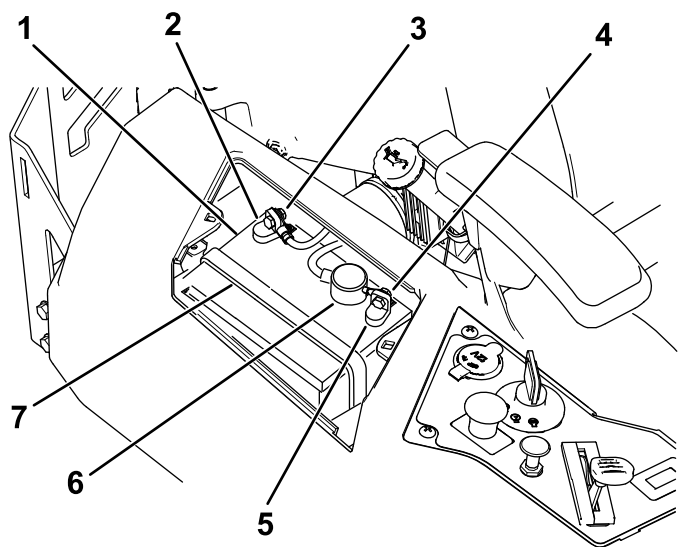

Bild 55
7. Nehmen Sie die Batterieklemme ab (Bild 55) und heben Sie die Batterie aus dem Batteriefach heraus.
4. Klemmen Sie das Minuskabel (schwarz) vom Batteriepol ab (Bild 55).
6. Klemmen Sie das Pluskabel (Rot) vom Batteriepol ab (Bild 55).
1. Setzen Sie die Batterie in das Fach (Bild 55).
5. Befestigen Sie die Batterie mit der Befestigung (Bild 55).